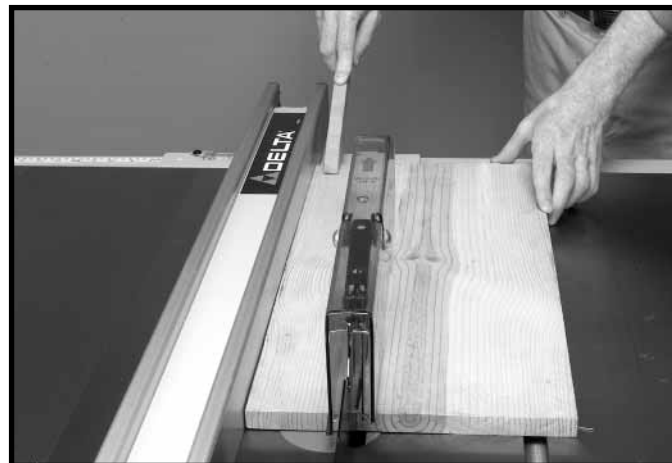

Fig. S9
3. Si el tamaño o la forma de la pieza de trabajo hicieran que su mano quede a 15 cm (6") de la hoja de la sierra, utilice una vara para empujar para completar el corte, tal como se observa en la Fig. S9. La vara para empujar se puede armar fácilmente a partir de material de desecho, tal como se explica en la sección "CONSTRUCCIÓN DE UNA VARA PARA EMPUJAR".